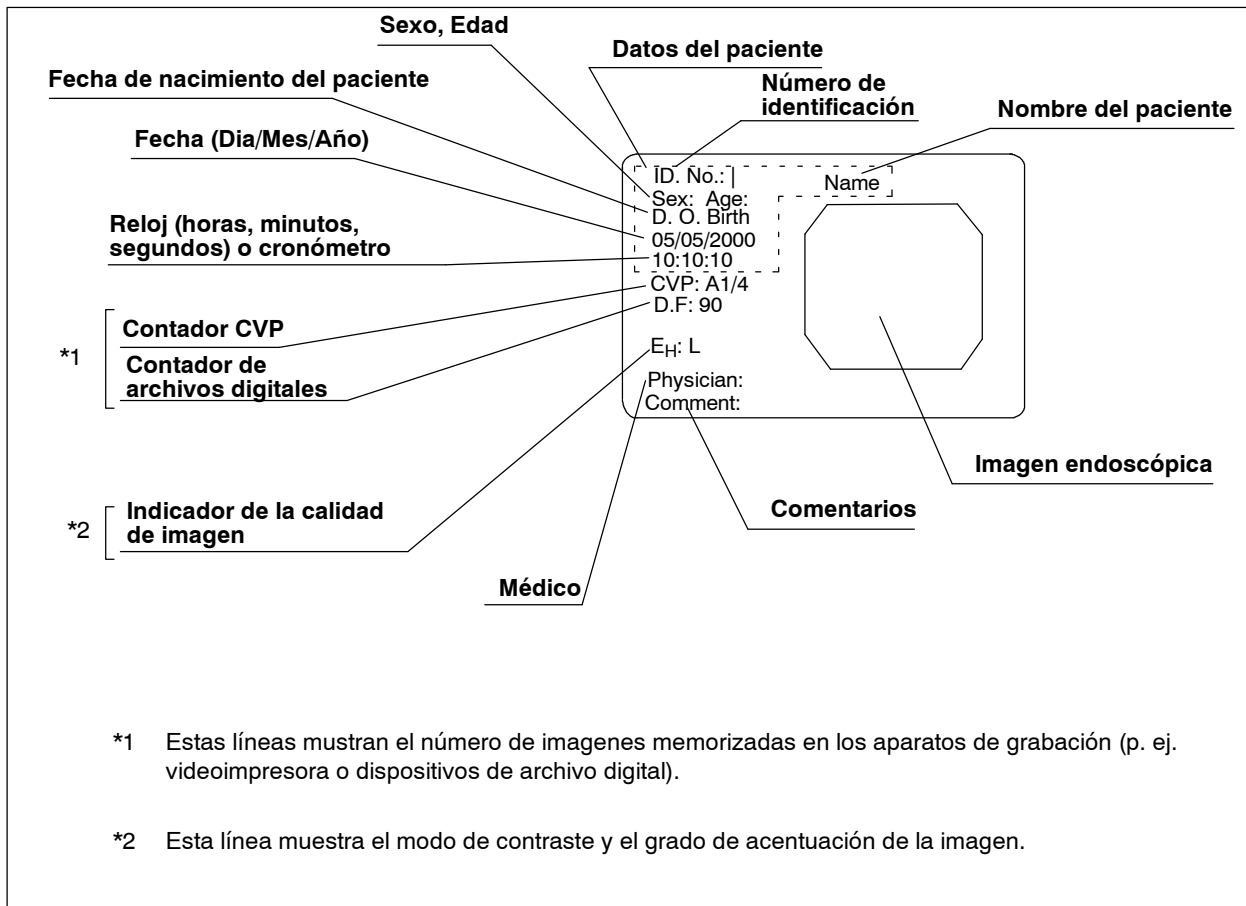

Figura 4.6
1. Asegúrese de que la imagen aparece en la pantalla a los 10 segundos como se muestra en la figura 4.6.
La figura 4.6 muestra un modo medio de presentación en pantalla. En el apartado "Selección del modo de imagen" de la página 118 encontrará otros modos de representación.